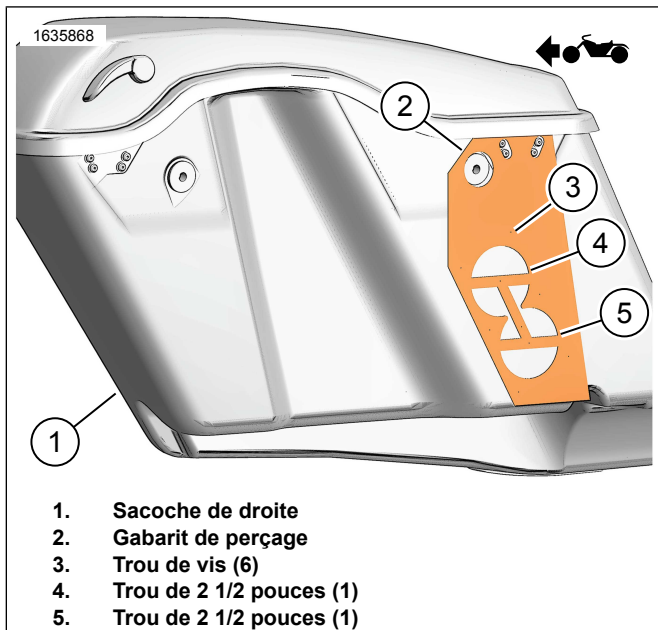
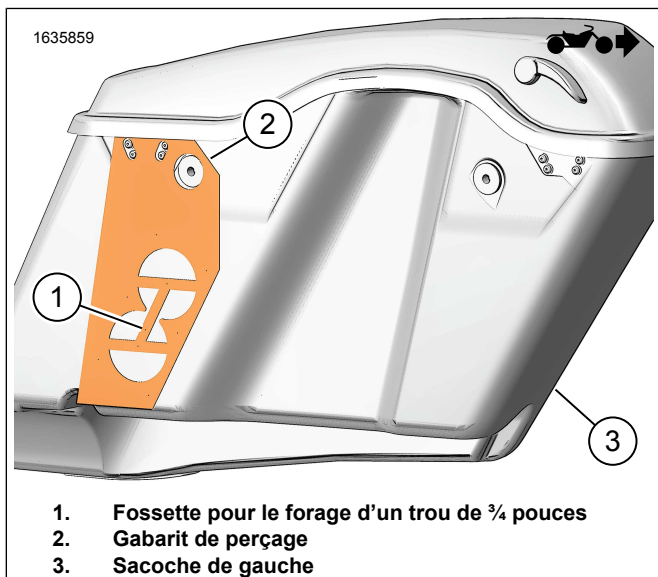
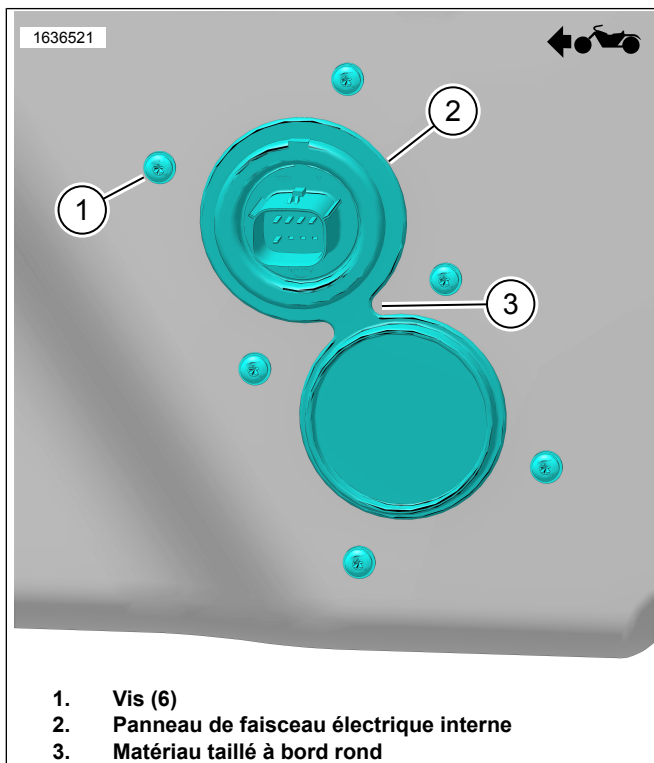

Figure 2. Sacoche de droite
Figure 3. Sacoche de gauche
Figure 7. Panneau de faisceau électrique interne
1. Figure 2 Positionnez le gabarit de perçage (2) sur la sacoche droite (1).
2. Modifiez la sacoche droite (1).
- d. Figure 7 Taillez le matériel au bord rond (3).
4. Figure 3 Positionnez le gabarit de perçage (2) sur la sacoche de gauche (3).
5. Modifiez la sacoche de gauche (3).
- a. Utilisez un pointeau pour marquer l'emplacement de perçage (1) sur le gabarit.
6. Figure 7 Installez le panneau de faisceau interne (2).